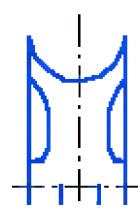

Рис. 89, б
27. С помощью команды **Симметрия**, создаем симметричное относительно условной оси **Y** изображение проточки (рис. 89, б);